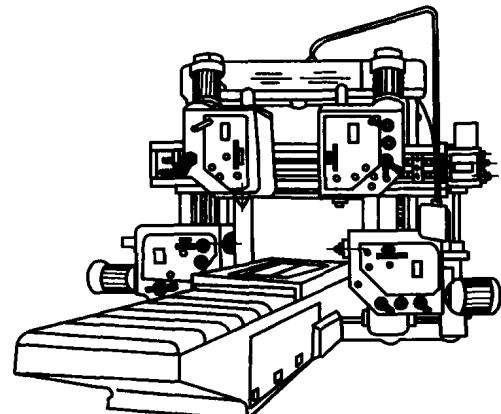

图 1-5 X2010C 型龙门铣床
1) X2010C 型龙门铣床具有框架式结构，刚性好。该铣床有三轴和四轴两种布局形式。四轴龙门铣床的外形如图 1-5 所示，它带有两个垂直主轴箱和两个水平主轴箱，能安装 4 把铣刀同时进行铣削。三轴龙门铣床比四轴龙门铣床少一个垂直主轴箱。